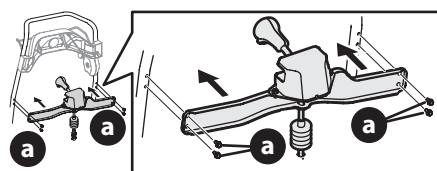

Figure 11
- Installez la commande de rotation de la goulotte avec les boulons (a) (Figure 11).